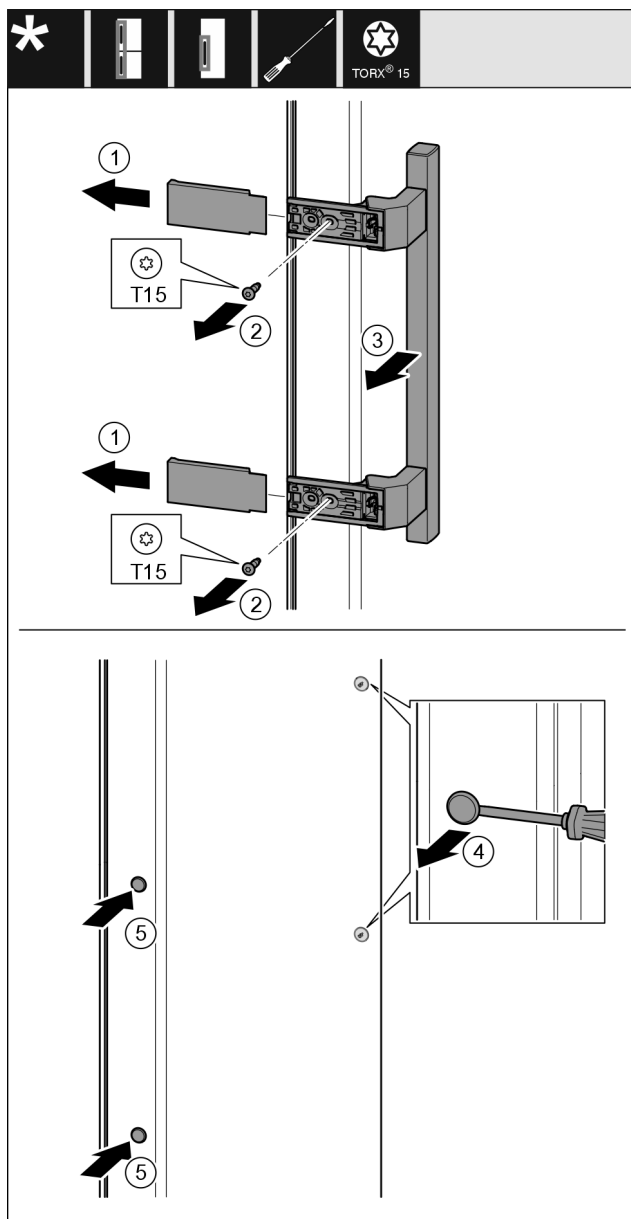

Fig. 22
- Retirer le cache Fig. 22 (1).
- Retirer les vis Fig. 22 (2) avec un tournevis.
- Retirer la poignée Fig. 22 (3).
- Soulever et retirer avec précaution le cache latéral Fig. 22 (4) avec un tournevis plat.
- Remplacer le cache Fig. 22 (5) de l'autre côté.